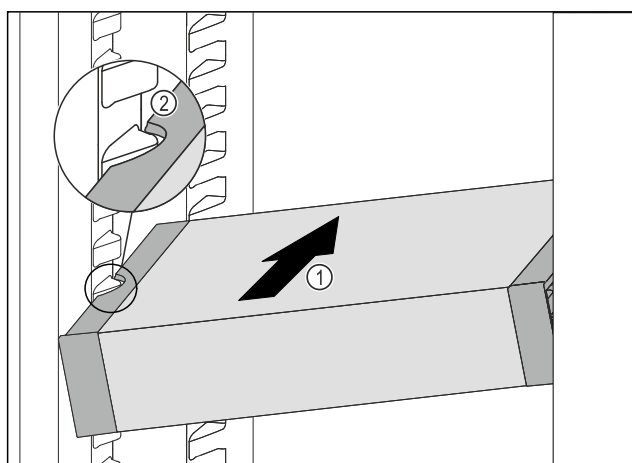

Fig. 92
- ▶ VarioSafe wsunąć ukośnie do chłodziarki Fig. 92 (1), aż boczne wycięcia Fig. 92 (2) VarioSafe będą się znajdować na wysokości żeber pojemnika w chłodziarce.